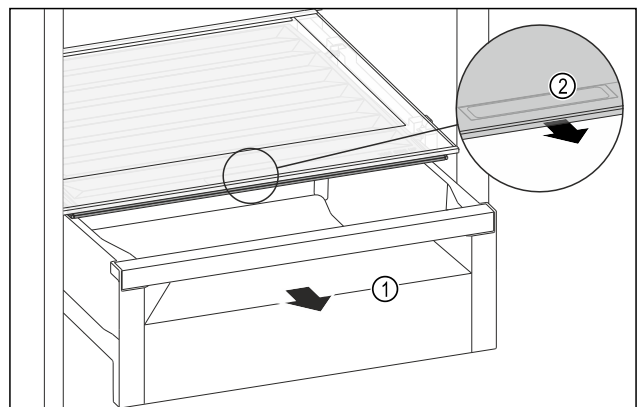

Fig. 108
- Izvucite ladicu Fig. 108 (1).
- Primite ručku Fig. 108 (2) na poklopcu pretinca i istodobno povucite poklopac pretinca prema naprijed.